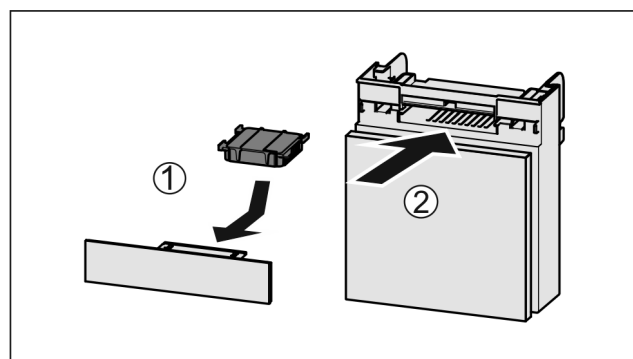

Fig. 115
- Filtr s aktivním uhlím vložte podle vyobrazení Fig. 115 (1).
- Zásuvku zasuňte Fig. 115 (2).